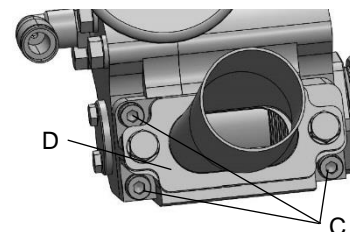

Abb. 7.2 – Absaugkonsole
- 1) Schrauben (C) lösen und Absaugkonsole (D) entfernen, s. Abb. 7.2.